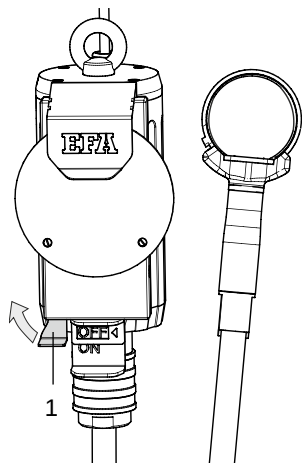
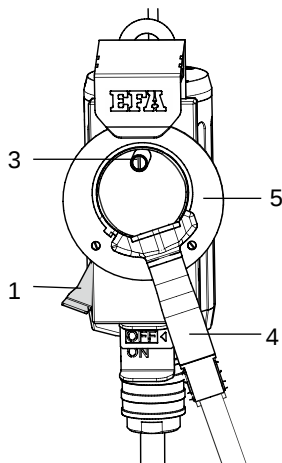
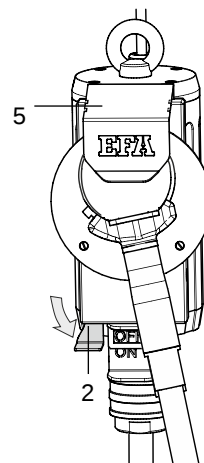

Abb. 6.5 – Trimmer sichern (1)
Abb. 6.6 – Trimmer sichern (2)
Abb. 6.7 – Trimmer sichern (3)
- 2) Verriegelungshebel (1) nach links bewegen, dann nach oben schieben, bis die Haltestange (3) freigelegt wird, s. Abb. 6.5 und Abb. 6.6.
- 3) Verriegelungshebel (1) in Position halten, s. Abb. 6.6.
- 4) EFA Trimmer (4) auf Haltestange (3) einhängen. Klingenseite des EFA Trimmers muss auf Teller (5) abgelegt sein.
Abdeckblech (5) und Verriegelungshebel fallen in Grundposition, s. Abb. 6.7.